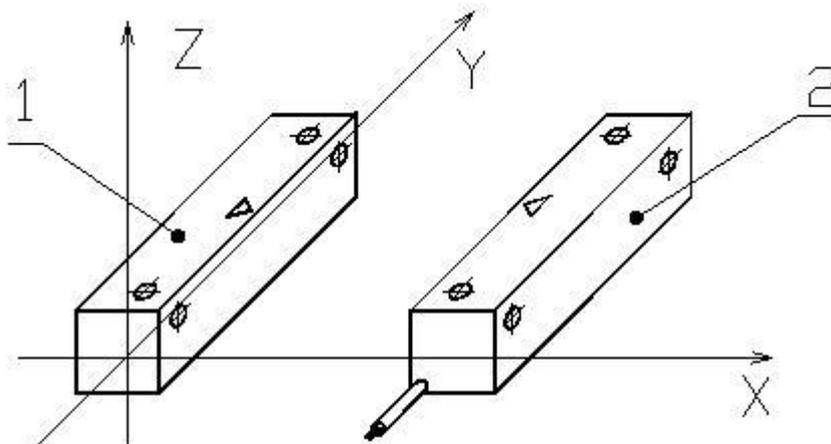

Рисунок 2. Перемещение блока магнита (исп. 100, 102, 104, 105) относительно блока геркона.
3.2. Перемещение блока магнитов относительно блока геркона (рис. 2 и 3) должно производиться по осям X (возвратно поступательное) и Z (проходное). Перемещение по оси Y не рекомендуется, так как в этом случае происходит трехкратное замыкание и размыкание контактов геркона.